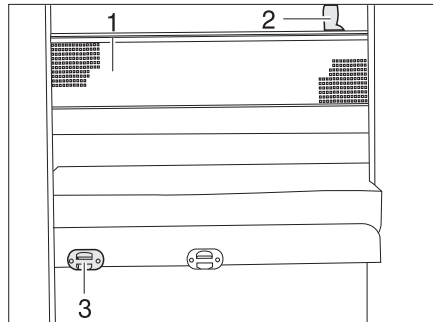

Bild 140 Sicherungsnetz
- Die Aufstiegsleiter mit den Holmen in die Halterung (Bild 140,3) an der Blende einhängen.
Das Sicherungsnetz (Bild 140,1) ist serienmäßig zwischen Matratze und Lattenrost verstaut. Das Sicherungsnetz erst aufspannen, wenn sich die Person bereits im Bett befindet.
- Die Haltebänder (Bild 140,2) in die Halterungen an der Decke einrasten.